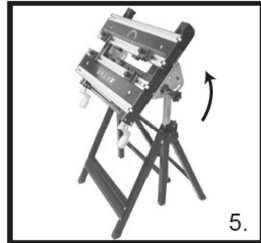

Afb. 4 – Aanspannen
- Draai de hoogteregelknoppen rechtsom op elke poot om vast te zetten (Afb. 4).